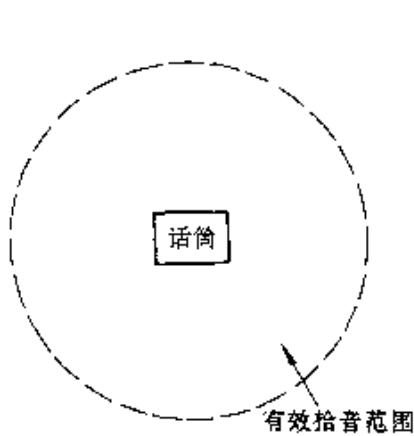

图 2-129
① 全向指向性话筒对来自四面八方的声音都有基本相同的灵敏度,其有效拾音范围为一圆形,话筒位于圆心,如图 2-129 所示。